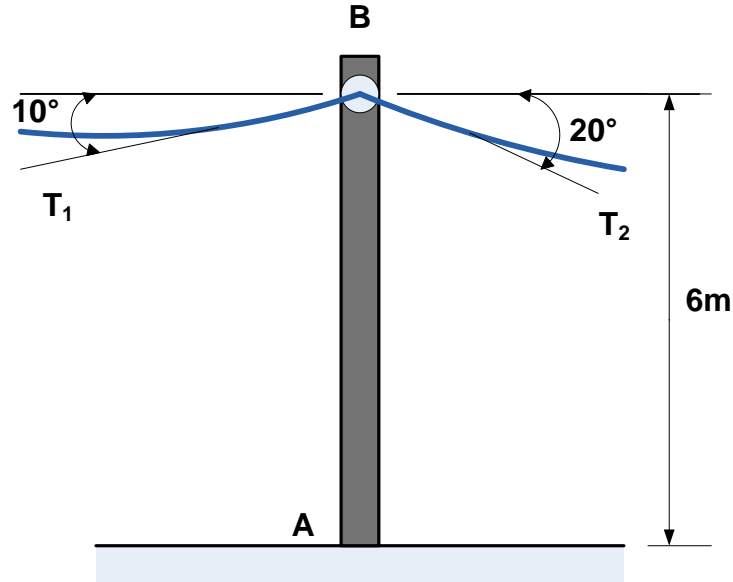

Figura 3.
3. El poste telefónico de 6m que pesa 1600N se usa para sostener los extremos de dos alambres. Los alambres forman con la horizontal los ángulos que se muestran en la figura 3., y las tensiones de los alambres son respectivamente, $T_1 = 600\text{N}$ y $T_2 = 375\text{N}$. Determine la reacción en el extremo fijo A y el momento en A.